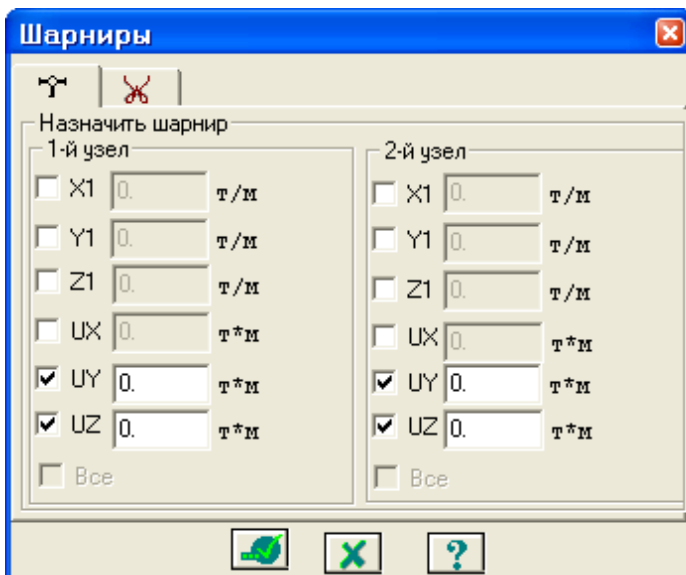

Рис.12.5. Диалоговое окно **Шарниры**
- Из меню **Жесткости** ⇒ **Шарниры** (кнопка  на панели инструментов) вызовите диалоговое окно **Шарниры** (рис.12.5).